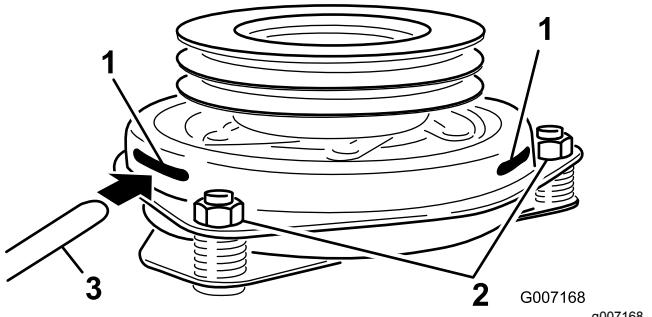

Figura 67
9. Introduzca una galga de 0.381 a 0.533 mm (0.015" a 0.021") por una de las ranuras de inspección en el lateral del conjunto (Figura 67).
10. Apriete las contratuerca hasta fijar ligeramente la galga pero dejando que ésta se pueda mover con facilidad en la separación (Figura 67).